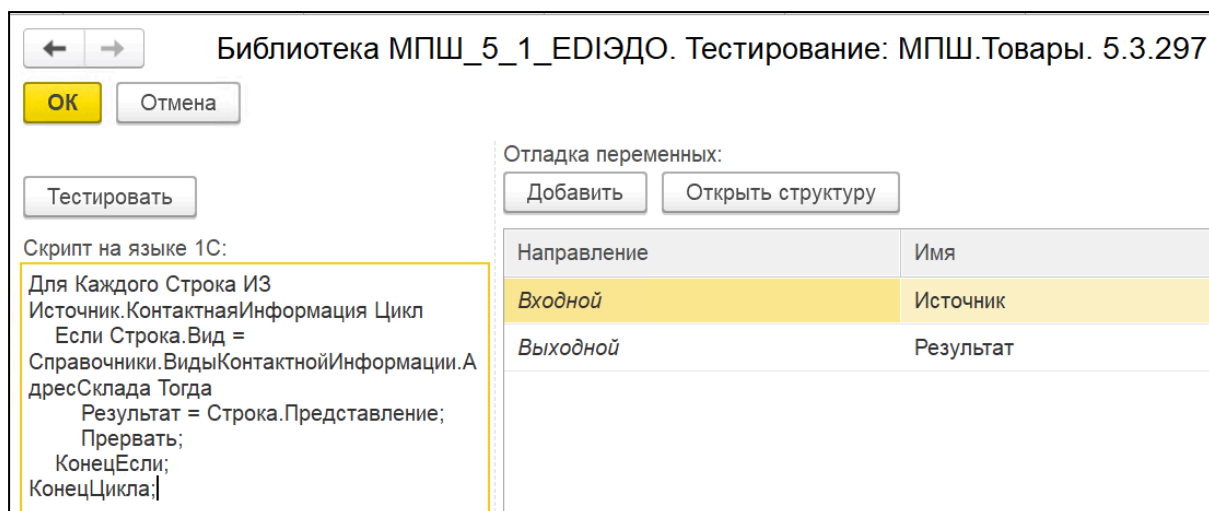

Рис. 43. Пример скрипта для поля «Маршрут/Погрузка/Адрес/АдресСтрокой»
4. В поле «Скрипт на языке 1С» введите код (рис. 43). Пример скрипта: